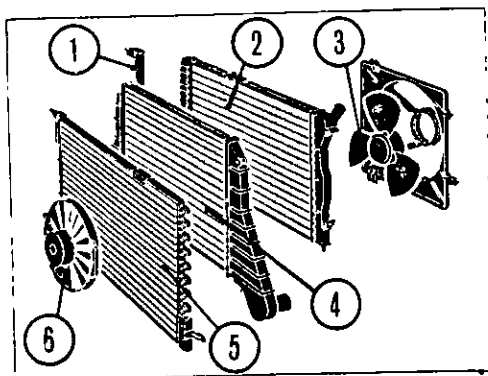

Fig. 85 Partes que conforman un radiador.
**RADIADOR** (fig. 85 y 88).- El radiador está formado por tres unidades ensambladas juntas: el tanque superior (5), el tanque de fondo o inferior (1) y el central o sección enfriadora llamada núcleo (4). El núcleo más usado es de tipo tubular.